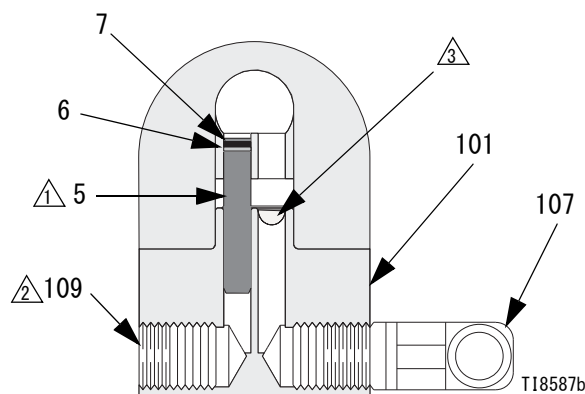

図 1: 非循環セットアップの図示 (断面図)
1. 図 1 を参照してください。急停止防止の潤滑剤 222955 を組み立られていない状態で提供されたマニホールド (101)、プラグ (109)、およびエルボー (107) のネジ山と合わせ面に塗布します。
2. エルボー (107) をマニホールド (101) の 1 つの液体ポートに取り付けて、プラグ (109) をもう 1 つのポートに取り付けます。
3. ガン液体ポートでマニホールドプラグと同じ側に、内部プラグ (5) を取り付けます。
4. 液体供給ラインをマニホールドのエルボー (107) に接続します。
5. 4 つのネジ (17) を使用してガンをマニホールドに取り付けてください。4 つのネジを締め始めて、最初に前部の 2 つのネジ、次に後部の 2 つのネジを 7.3 N·m (65 インチ・ポンド) に締めます。
- ⚠ 循環システムで使用するときには、削減ニプル (107) と交換します。